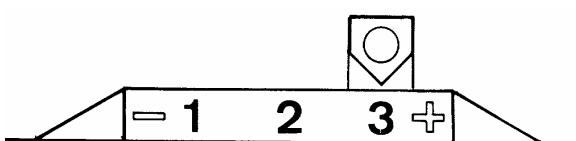

Fig. 3
- Puxador de regulação de ar (Fig. 3) : deve ser manobrado por intermédio do atiçador (Fig. 5).
- Abrir o fecho regulação do ar na posição máxima 3. (Fig. 3).
- . Para um aquecimento máximo, carregar o aparelho com 3 toros de cerca de 10 cm de diâmetro (puxador de ar aberto) (**Fig. 3**). Utilizar este ritmo apenas de modo temporário, para pôr os locais na temperatura depois de uma ausência prolongada.
- . Para um ritmo intermédio, utilizar uma carga menos importante: um ou dois toros (puxador de ar meio aberto) (**Fig. 3**).
- . Para um aquecimento de duração longa em andar lento, utilizar 1 ou 2 troncos não fendidos de diâmetro superior a 15 cm (puxador de ar fechado) (**Fig. 3**).
- Em caso de fogo de chaminé, fechar o punho do regulamento do ar (**Fig. 3**).